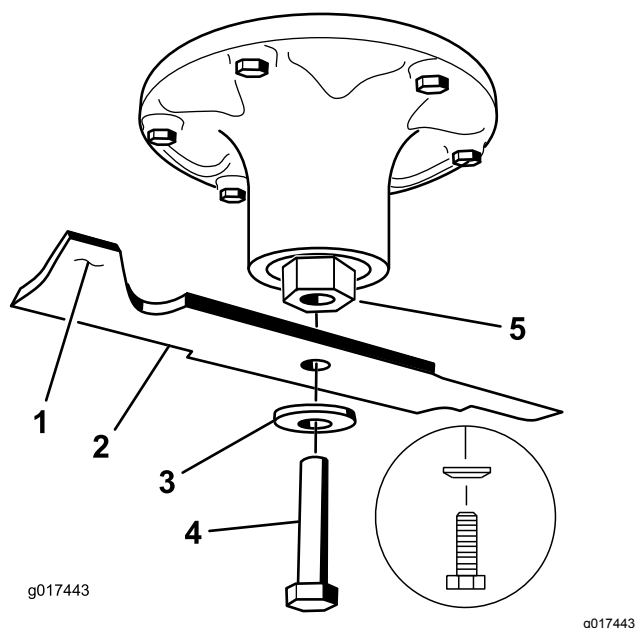

図 84
1. スピンドルシャフトにブレードを取り付ける(図 84)。
2. スプリングディスクとブレードボルトを取り付ける 図 84。
注 スプリングディスクは、円錐部をボルトの頭に向けて取り付ける 図 84。